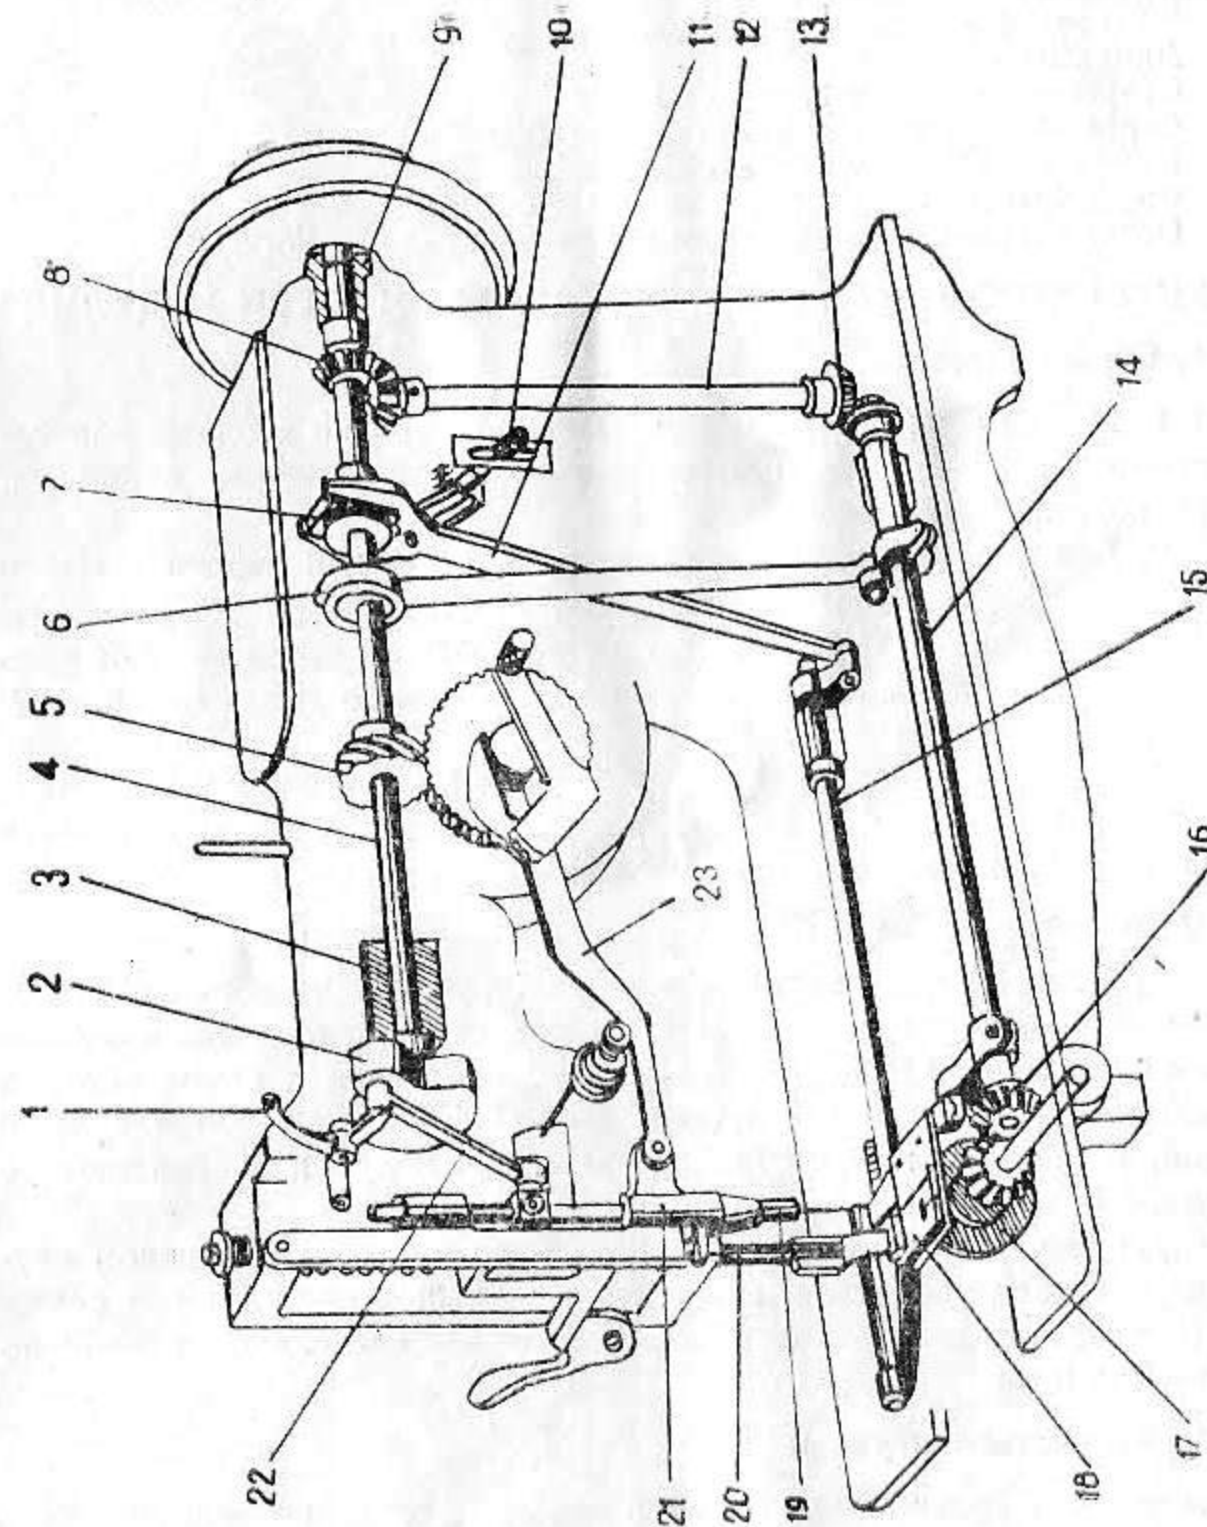

Рис. 1.
5.2. Основные сборочные единицы и детали, входящие в кинематическую схему (рис. 1):